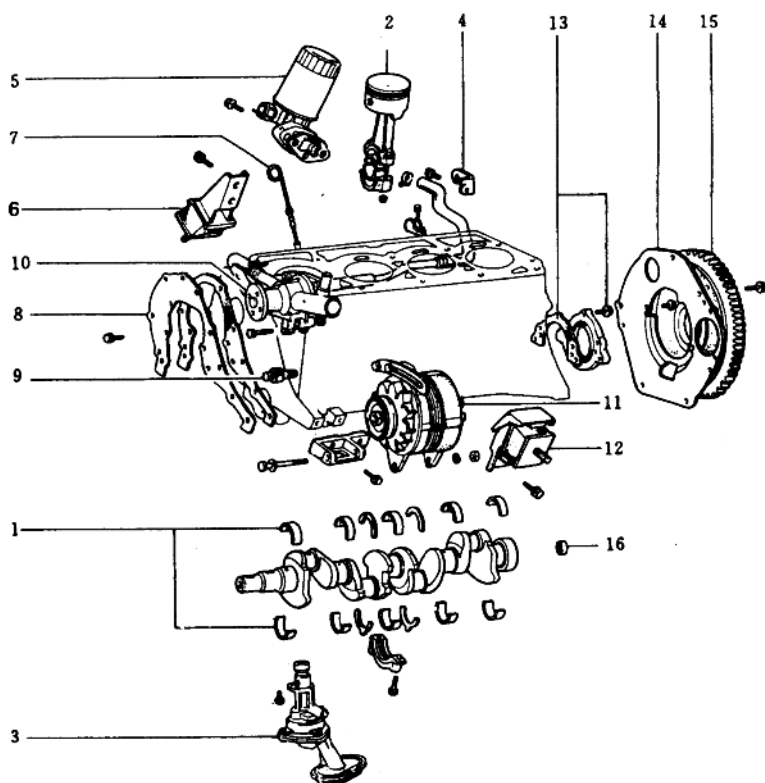

图 1-28
2. 如图 1-28 所示,清洗干净后,在配合表面涂上润滑油,依次装上:曲轴和轴承 1、活塞和连杆 2、机油泵 3、发动机后吊架 4、机油滤清器 5、发动机右侧前支座 6、油标尺 7、前端板 8、放水螺塞 9、水泵及加热器软管 10、交流发电机和托架 11、发动机左侧前支座 12、后油封 13、后端板 14、飞轮 15、曲轴后端内轴承 16。